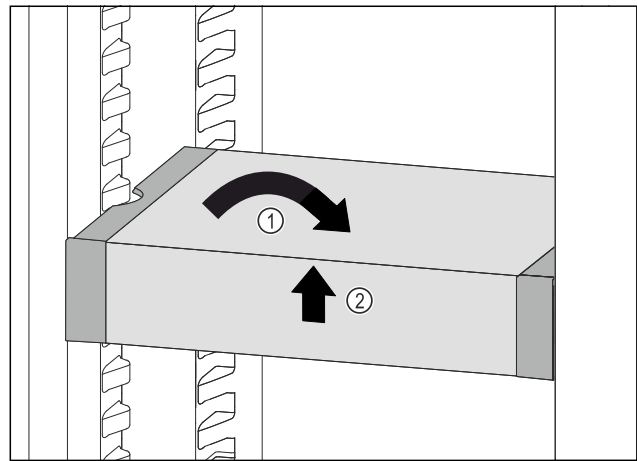

Fig. 57
- ▶ VarioSafe recht zetten. Fig. 57 (1)
- ▶ VarioSafe aan voorkant optillen. Fig. 57 (2)